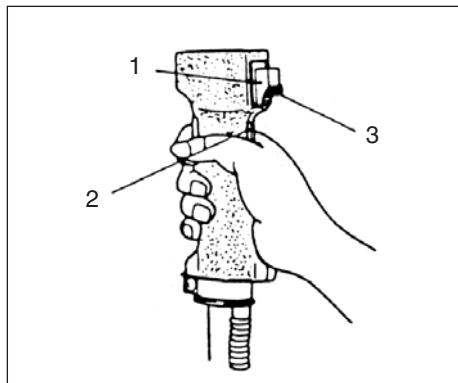

Fig.2-2
(En) Starting (Fig. 2-2, 2B)
1. Set ignition switch (1) to ON position. (Fig. 2-2)
(Fr) Démarrage (Fig. 2-2, 2B)
1. Placer l'interrupteur marche-arrêt (1) en position marche (ON). (Fig. 2-2)
(It) Avviamento (Fig. 2-2, 2B)
1. Spostare l'interruttore di accensione (1) su ON. (Fig. 2-2)
Ge Anlassen (Fig. 2-2, 2B)
1. Den Zündschalter (1) auf ON stellen. (Fig. 2-2)
Sp Arranque (Fig. 2-2, 2B)
1. Fijar la llave de ignición (1) en la posición ON (encendida). (Fig. 2-2)
Sw Start (Fig. 2-2, 2B)
1. Skjut tändomkopplaren (1) i ON-läge. (Fig. 2-2)